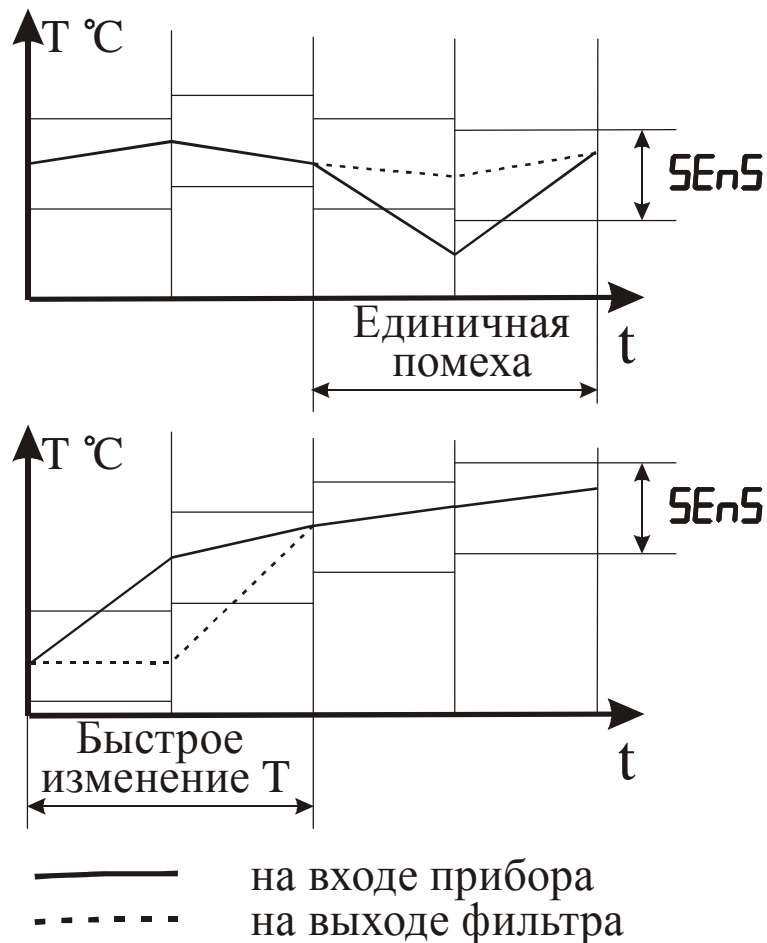

Рисунок 3.12 – Работа фильтра при воздействии случайной помехи и быстром изменении сигнала
3.3.3.7 С целью уменьшения влияния случайных импульсных помех на показания в прибор введена цифровая фильтрация. Работа фильтра описывается параметром “Полоса фильтра”. Если текущее значение температуры отличается от результатов предыдущего измерения на значение, которое превышает указанное в параметре “Полоса фильтра”, то проводится повторное измерение температуры, а на индикаторе остается старое значение (см. рисунок 3.12). О повторном измерении свидетельствует мигание светодиода “К” по соответствующему каналу.